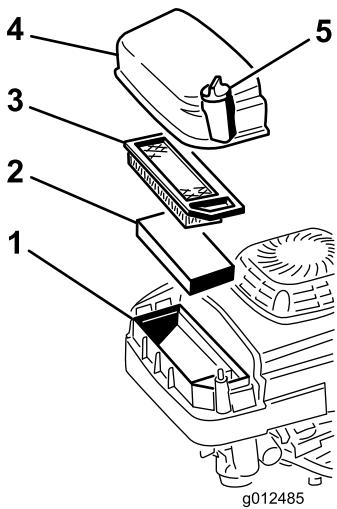

図 37
- エア・フィルタのカバーを固定しているねじを外す(図 37)。
3. カバーをはずしてていねいに洗う(図 37)。
4. ペーパー・エア・フィルタ(図 37)を外し